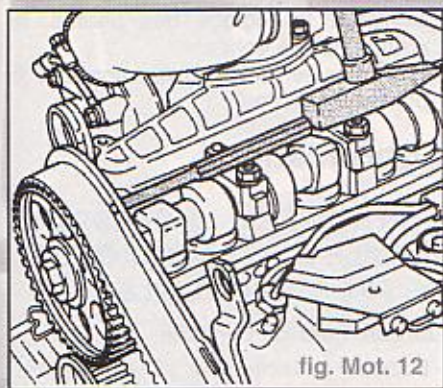

fig. Mot. 12
- Passer un mandrin à travers l'alésage de la protection arrière de courroie crantée et désolidariser du cône d'arbre à cames le pignon d'arbre à cames d'un coup de maillet (fig. Mot. 12).